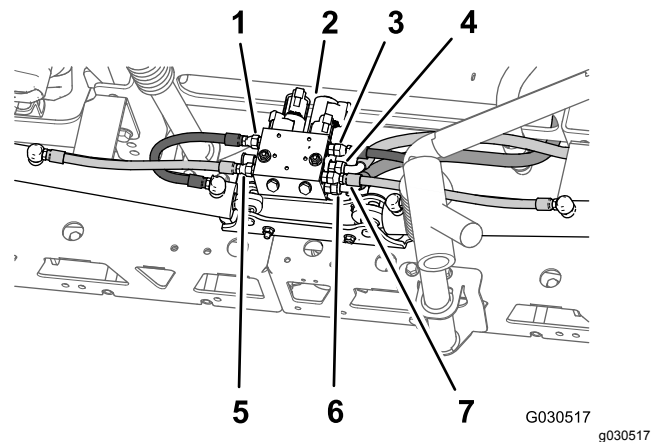

Figura 71
2. Na traseira da máquina, retire os tubos hidráulicos de entre o coletor de elevação da rampa e o cilindro hidráulico (Figura 71).